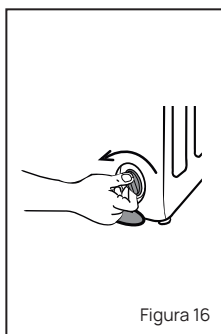

Figura 16
- Desenrosque la tapa en sentido antihorario hasta su liberación. Ver figura 16